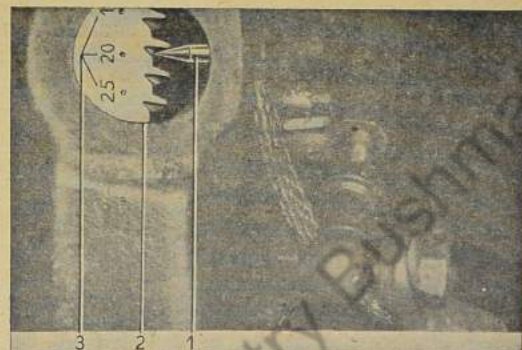

Bild 145: Kolben Nr. 1 auf  $20^\circ$  vor O. T. stellen
1. Kolben für 1. Zylinder auf  $20^\circ$  v. O. T. stellen (Bild 145).